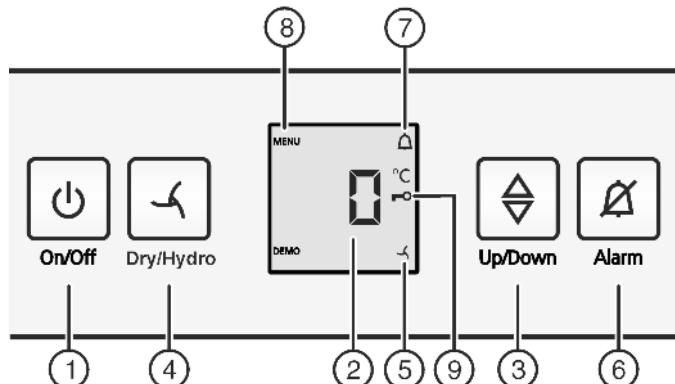

Fig. 2
- Натиснете бутона On/Off Fig. 2 (1).
- Активиране на режим настройки: Натиснете бутона Dry/Hydro Fig. 2 (4) за ок. 6 сек.
- Символът Меню Fig. 2 (8) светва.
- Натиснете за кратко бутона Dry/Hydro Fig. 2 (4), за да потвърдите.
- За включване на защитата от деца натиснете за кратко бутона Dry/Hydro Fig. 2 (4).
- Символът Защита от деца Fig. 2 (9) светва. На индикатора мига **c**.
- За изключване на защитата от деца натиснете за кратко бутона Dry/Hydro Fig. 2 (4).
- Символът Защита от деца Fig. 2 (9) угасва. На индикатора мига **c**.
- Деактивиране на режима на настройка: Натиснете бутона On/Off Fig. 2 (1).
- Натиснете бутона Аларма Fig. 2 (6).